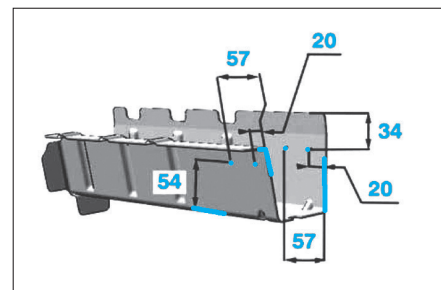

FIG. 67
- Préparer le longeron comme illustré (Fig.67).